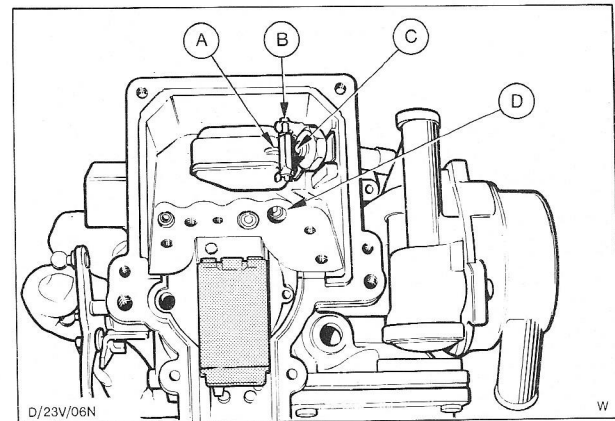

Fig. 55 Vlotternaald monteren.
6. Verwijder de vier kruiskopschroeven en neem het hoofdsproeierhuis met diens pakking weg; Fig. 47. Verwijder het uitlaatkogelklepje met gewichtje van de acceleratiepomp. Draai hier toe de carburateur om zodat het kogeltje en het gewichtje eruit vallen. Zie Fig. 55 voor de plaats van het acceleratiepomp-uitlaatkanaal.
N.B.: Monteer de vlotternaald zodanig dat het veerbelaste kogeltje in contact is met de vlotter, zodra de vlotterkamer met benzine is gevuld; Fig. 55.
19. Monteer het acceleratiepompkogeltje met gewichtje in het uitlaatkanaal; Fig. 55.